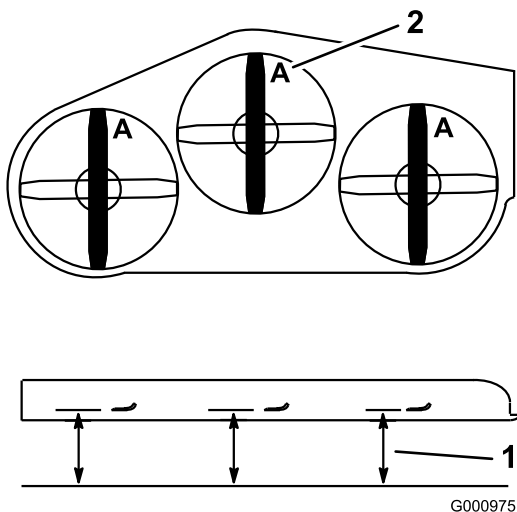
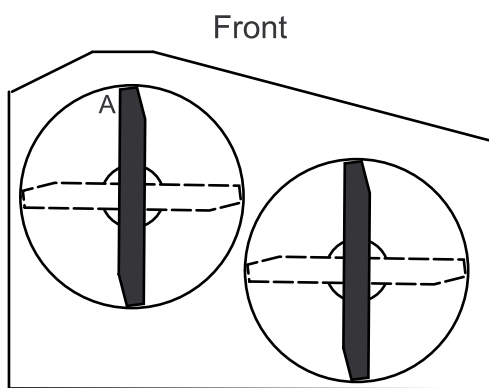

Figure 71
Figure 72
3. Placez la machine sur une surface plane, et tournez une lame dans le sens longitudinal. Mesurez au point A et entre la surface plane et le bord coupant des pointes des lames (Figure 71) Pour les tabliers de coupe de 36 pouces, reportez-vous à la Figure 72.